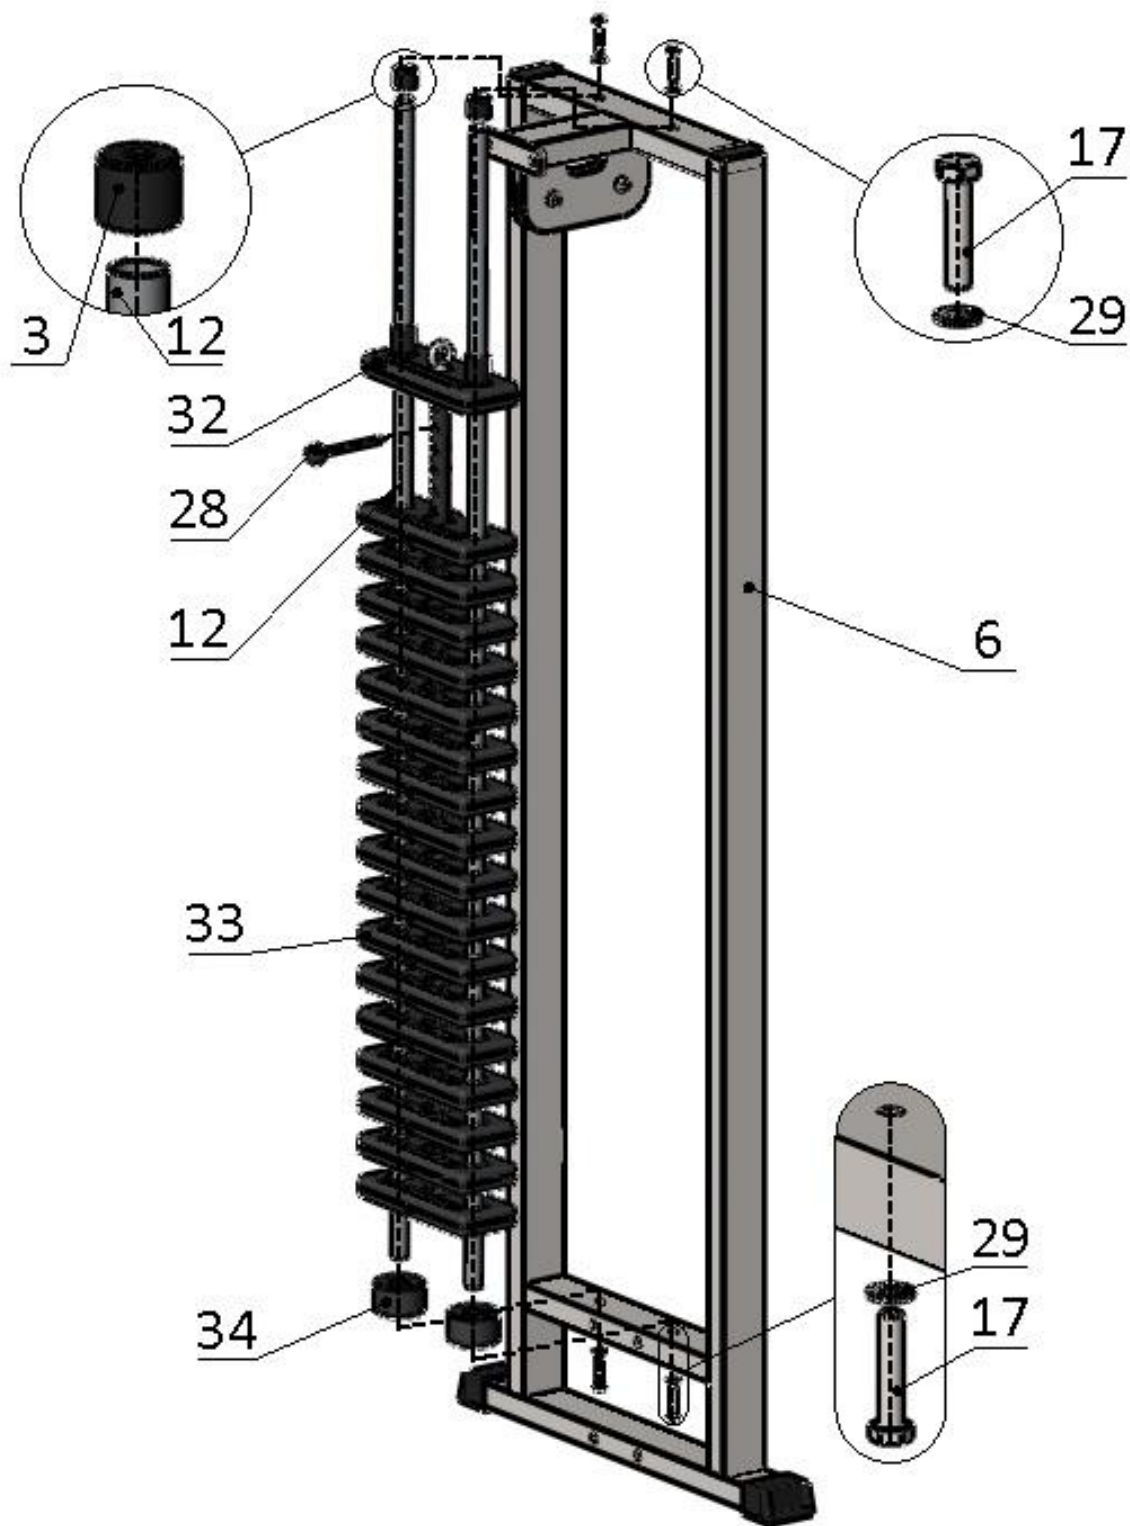

Рис.1
1. К раме грузоблоков (6) прикрутите демпфера (34) комплектом крепежа: болт M10x50 (17), шайба D10 (29); в демпфера (34) вставьте направляющие (12), наклонив направляющие, поочередно наденьте грузоблоки 5 кг – 17 шт. (33); следом наденьте верхний груз с флейтой (32); сверху на направляющие (12) наденьте центрирующие втулки (3). Затем через отверстия в раме (6) вкрутите во втулки (3) комплект крепежа: болт M10x50 (17); шайба D10 (29). При помощи фиксатора (28) установите необходимую Вам нагрузку (рис. 1).